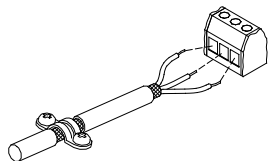

Рис. 8 Соединение оплетки и проводов экранированного кабеля с колодкой
- Экранирование кабелей должно выполняться подключением экрана на корпус клеммной коробки насоса. Край экранирующей оболочки должен находиться на минимально возможном удалении от клемм, смотрите рис. 8.